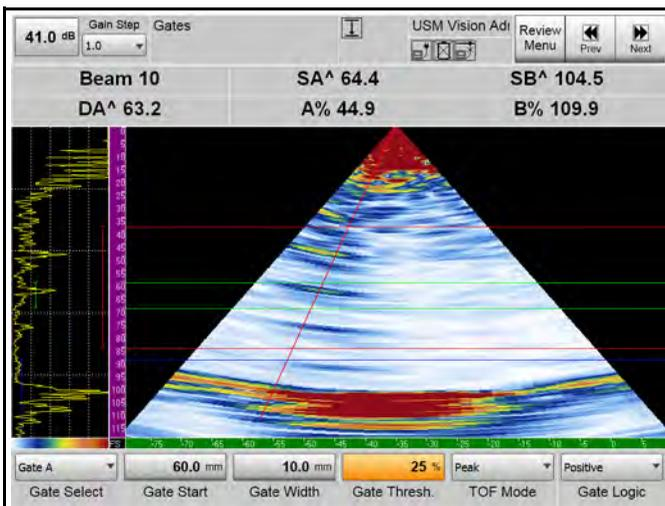

Figura 54: Comprobación de calibración de pantalla completa
8. El sistema está ahora calibrado, confirmado por el símbolo de calibración . Puede realizar una verificación de la calibración utilizando una SDH en 65 mm o una pantalla completa SDH (Figura 54).